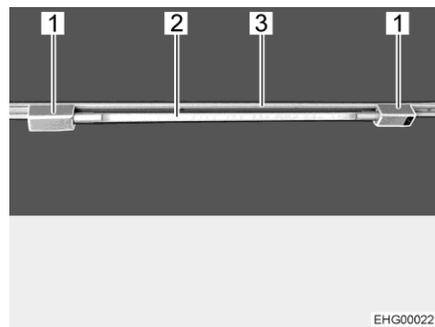

Fig. 37 Tube luminescent
**Mettre le tube luminescent en place :** ■ Placer les deux supports (Fig. 37,1) dans le rail (Fig. 37,3). Tourner pour ce faire les support de 90°.
■ Ficher le corps de la lampe (Fig. 37,2) dans un des supports.
**Tourner le tube luminescent :** ■ Tourner le corps de la lampe (Fig. 37,2) jusqu'à obtenir l'effet lumineux désiré.